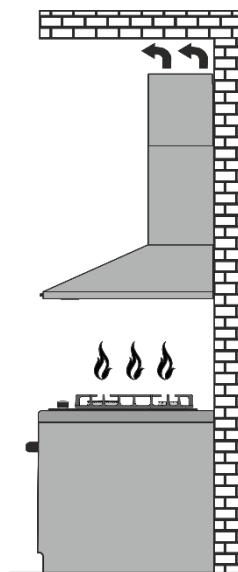

Рис.2
- (в комплекті) та запахопоглинальний вугільний (купується окремо) фільтри і повертається назад в кухню (рис.2).
- в режимі рециркуляції (**рис.2**)